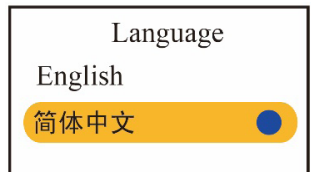

Figura 4.10D Impostazione linguaggio
- **Auto power off:** Per accendere/spegnere la modalità spegnimento automatico; l'impostazione predefinita è su “On”, come mostrato nella figura 4.10D.
- **Power saving mode:** Per accendere/spegnere la modalità di Risparmio Energetico; l'impostazione predefinita è su “On”, come mostrato nella figura 4.10D.